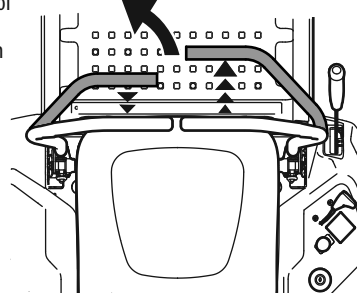

Figura 26
1. Para girar a la izquierda, mueva la palanca de control de la transmisión del lado izquierdo hacia atrás respecto de la palanca de control de la transmisión derecha. Consulte la Figura 26.